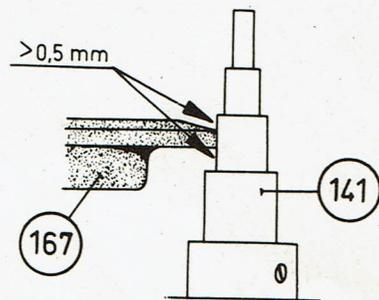

Fig.4
1. Dans les quatre positions de reproduction, la roue intermédiaire 167 doit se trouver à 0,5 mm au minimum des autres étages de la poulie (voir la fig. 4).